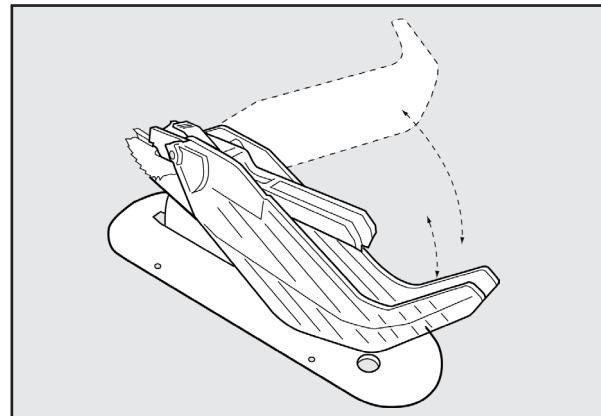

FIGURA 26
1. Consulte la Figura 26 y, levantando la guarda desde el frente, eleve el escudo protector hasta llegar a la posición de bloqueado que se indica con un chasquido. Pueden elevarse uno o ambos escudos protectores.